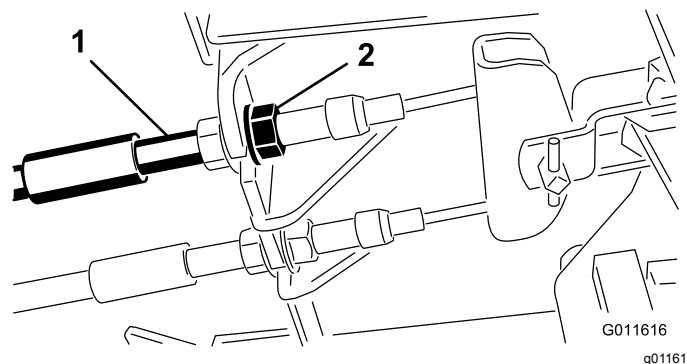

Figure 87
- Pour réduire la garde aux pédales de frein, serrez les freins en desserrant l'écrou avant sur l'extrémité fileté du câble de frein (Figure 87).